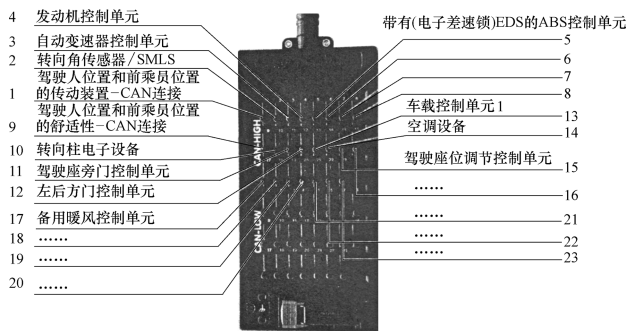
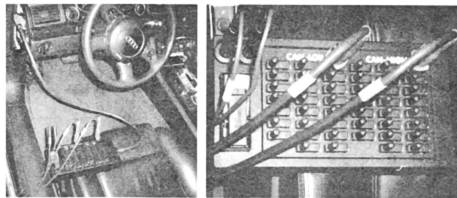

图 4-153 检测箱 1598/38 动力总线的测试点
图 4-154 检测箱就车连接 CAN 插座
3) 使用检测箱 1598/38 检查总线系统。在将检测箱插头插到车辆上以后,检测箱插座上的连接插头必须由从车上拔下来的连接插头代替。检测箱 1598/38 测量动力系统 CAN 总线的测试点如图 4-153 所示。总线检测箱就车连接 CAN 插座如图 4-154 所示。